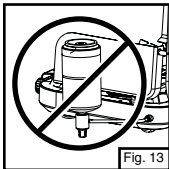

Fig. 13
- No haga funcionar nunca una estufa con el cilindro de propano en una posición invertida. (Fig. 13)